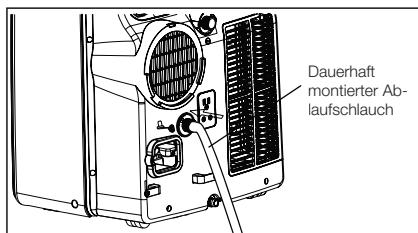

Abb. 26
- 2.** Im Heizmodus müssen Sie einen Ablaufschlauch an der Rückseite des Geräts anschließen, wie in Abb. 26 dargestellt.